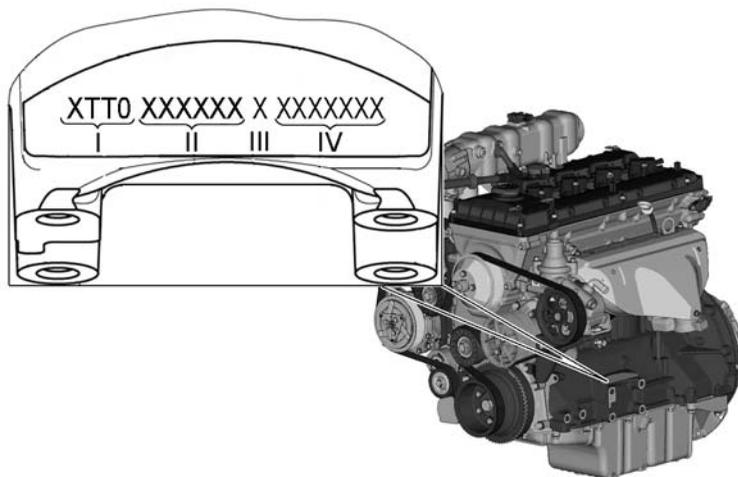

Рис. 1.3. Расположение идентификационного номера на двигателе
**Идентификационный номер двигателя** выбит на площадке, расположенной с левой стороны блока цилиндров, над бобышками крепления передней опоры двигателя (рис. 1.3).